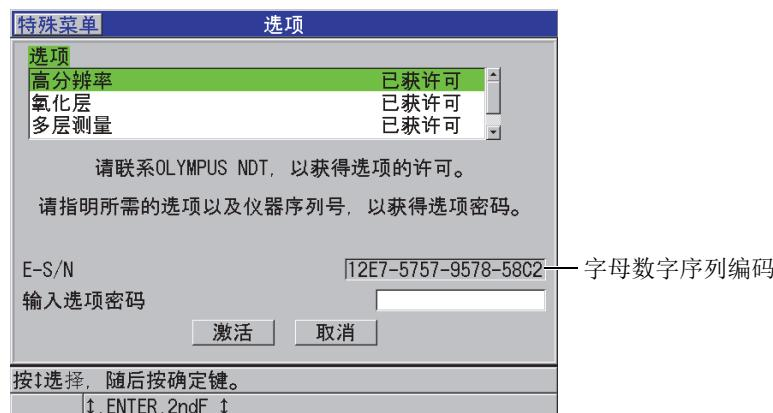

图 7-1 用于激活软件选项的选项屏幕
3. 请记录出现在**选项**屏幕上 (参见第 100 页的图 7-1) 的 S/N (序列号) 栏中的 16 位字母数字序列编码。
5. 在**选项**屏幕上 (参见第 100 页的图 7-1):